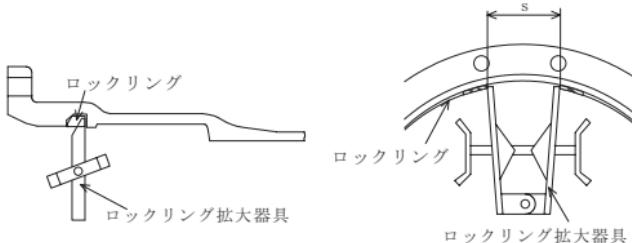

図6 ロックリング拡大器具の装着
- (2) 図6に示すようにロックリング拡大器具を用いて、ロックリング分割部が表5に示す s寸法（目安値）になるまで拡大する。